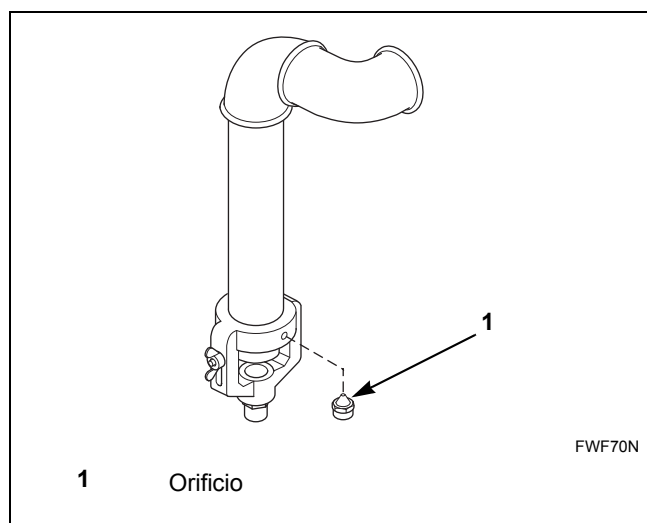

Figura 9
3. Use una llave inglesa para quitar el orificio principal. Consulte la *Figura 9*.